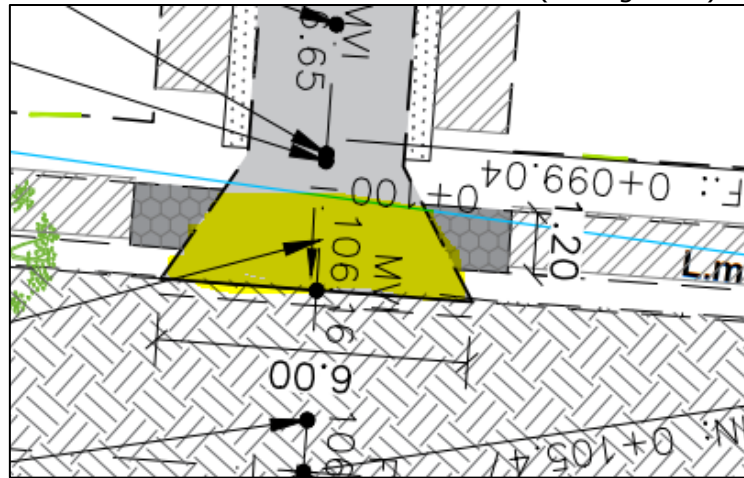

Figura 2.
36. Considerar vereda de refuerzo en toda el área indicada. (ver figura 2).